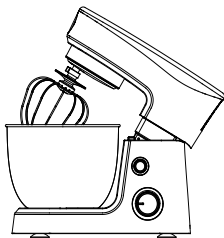
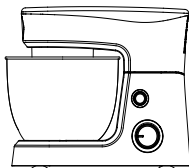

Рисунок 1
Рисунок 2
- Установите переключатель скоростей (3) в положение «0» (выключено) и убедитесь в том, что прибор отключен от сети.
- Отожмите кнопку фиксации наклона (2), моторная головка прибора (1) автоматически поднимется и зафиксируется в положении наклона.
- насадку для замешивания теста (6) при приготовлении всех видов теста, а также начинок для теста;
- насадку для смешивания (8) при приготовлении маринадов, песочного теста, перемешивании фарша, картофельного или овощного пюре;
- насадку для взбивания (7) при взбивании крема, растопленного масла или маргарина, смесей для омлета, блинов, суфле.
- Поставьте чашу (5) на место. Для этого поставьте чашу на основание, затем поверните чашу по часовой стрелке, пока она не зафиксируется в правильном положении (рис.1).
- Опустите моторную головку с установленной насадкой (6/7/8) в чашу (5) следующим образом: придерживая моторную головку (1) одной рукой, опустите ее вниз. Характерный щелчок будет обозначать, что моторная головка установлена правильно.
- Убедитесь, что защитная крышка (10) на месте (рис.2).